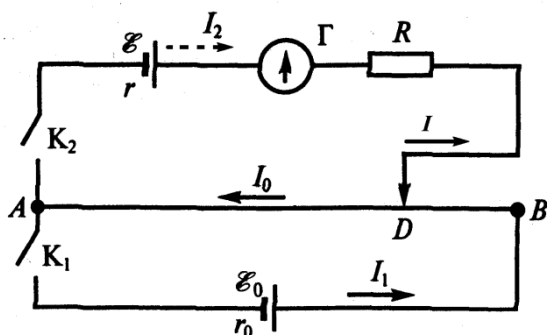

Рис. 6.1.
Схема установки для измерения ЭДС методом компенсации приведена на рис. 6.1.
Нарисуйте схему измерительной установки (рис. 6.1).
После получения допуска к работе *соберите* установку в соответствии со схемой рис. 6.1, включив вместо исследуемого источника нормальный элемент Вестона. При этом нормальный элемент и выпрямитель должны подключаться через соответствующие ключи к общему выводу реохорда одноименными (!) полюсами. *Обратите* внимание на то, что первым должен замыкаться ключ, который подключается к выпрямителю. В качестве ограничивающего сопротивления R *используйте* сопротивление типа «ДВТ», которое включается в цепь крайними выводами. *Обратите* внимание на то, что для перемещения движка реохорда предусмотрена вращающаяся ручка в его правой части.
17. Можно ли скомпенсировать ЭДС \mathcal{E} , если $|\mathcal{E}_0| < |\mathcal{E}|$ (рис. 6.1)?
24. Примените правила Кирхгофа для объяснения «работы» установки на рис. 6.1.